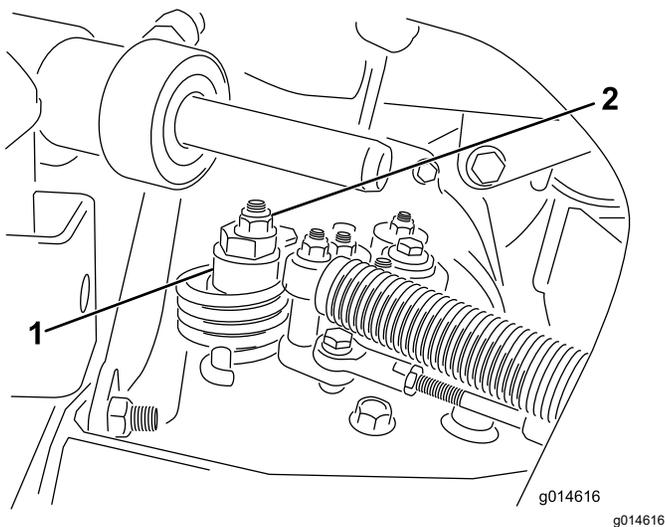

図 43
- A. 偏芯ナットをไฮドロスタット上部に止めているナットをゆるめる 図 43。
- C. どちらにも車輪が回らないように偏芯ナットを回して調整する。調整ができれば固定ナットを締める 図 43。スロットル低速 および高速位置で調整が正しいことを確認する。